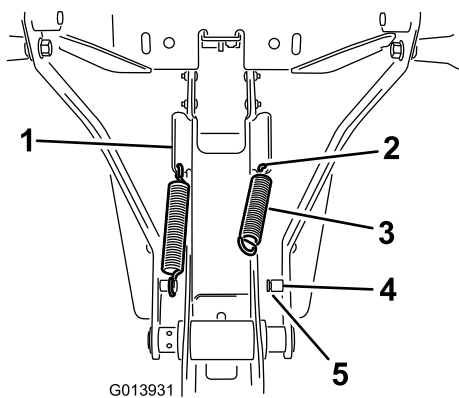

Figura 13
1. Montate la molla nel foro situato all'estremità inferiore della linguetta angolata sulla parte laterale del gruppo telaio (Figura 13).
2. Agganciate una estremità della molla nel foro e l'altra estremità nel supporto della molla (Figura 13).
3. Accertate che l'estremità della molla sia posizionata correttamente nella scanalatura del supporto (Figura 13).